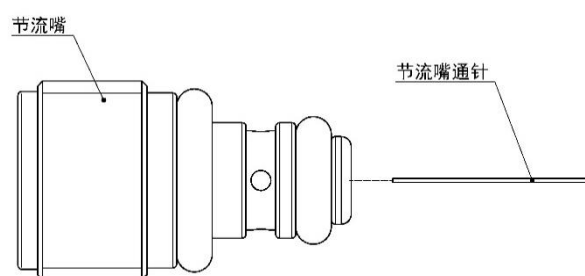

图 21 节流嘴清洁示意图
- e. 采用 MCT 790 出厂时自带 0.2mm 的钢丝通入节流嘴孔内，见图 21。